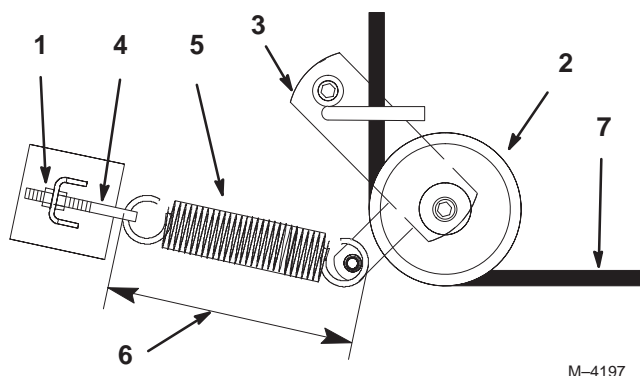

Figure 65
4. Desserrez l'écrou extérieur sur le boulon à œil du ressort (Fig. 65).
6. Déposez la poulie de tension rappelée par ressort (Fig. 65).
7. Faites passer la courroie neuve dans le bras de renvoi (Fig. 65).
9. Resserrez l'écrou extérieur sur le boulon à œil du ressort (Fig. 65).
Remarque : Vérifiez la longueur du ressort. Il doit mesurer 238 mm ± 3 mm (9-3/8 pouces ± 1/8 pouce) une fois en place. Procédez à un réglage si la longueur n'est pas correcte (Fig. 65).